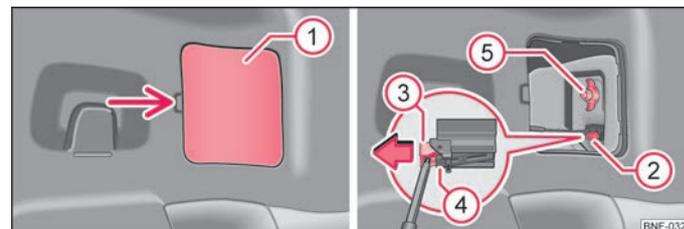

Fig. 123 Smontaggio luce retromarcia
- Sollevare la copertura (1) → fig. 123, Infilare il cacciavite dell'attrezzatura di bordo sotto il bordo inferiore del bloccaggio (3) ed estrarre il bloccaggio del connettore (2) in direzione della freccia.
- Premere il bloccaggio (4) e ed estrarre il connettore (2).
- Tenere ferma la luce retromarcia con una mano e svitare con l'altra mano il dado di plastica (5).
- Tenere ferma la luce retromarcia con una mano, avvitare con l'altra mano il dado di plastica e serrarlo ⑤ ⇒ fig. 123 .
- Inserire il connettore ② ⇒ fig. 123 nel portalampada e premere il bloccaggio in direzione della luce retromarcia.
- Richiudere la copertura ① ⇒ fig. 123, rimontare il rivestimento bagagliaio e chiudere il portellone posteriore.